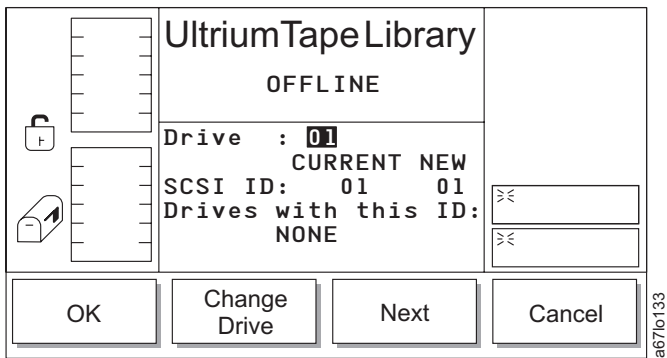

Abbildung 50. Laufwerk-SCSI-Dialog
2. Wählen Sie **Setup** → **Drives** → **SCSI** aus. Der Laufwerk-SCSI-Dialog erscheint (siehe Abb. 50). Das aktuelle Laufwerk ist der Wert im Feld Drive:. Die vorhandene Laufwerk-ID ist der Wert im Feld SCSI ID: CURRENT.
Tabelle 14. Übersetzung von Abb. 50, Laufwerk-SCSI-Dialog